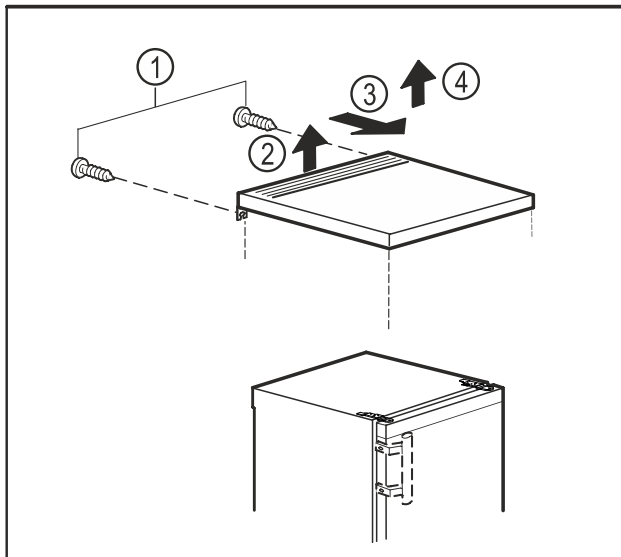

Fig. 6
- Ta bort skruvar på baksidan. Fig. 6 (1)
- Lyft topplatta bakåt. Fig. 6 (2)
- Skjut topplatta framåt. Fig. 6 (3)
- Lyft bort topplatta uppåt. Fig. 6 (4)